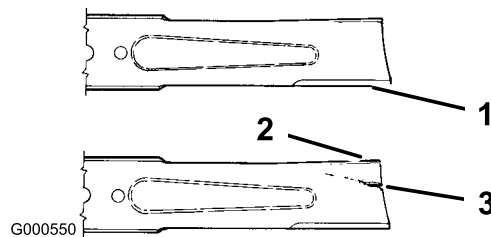

Figura 35
1. Inspeccione los filos de corte (Figura 35). Si los bordes no están afilados o tienen mellas, retire las cuchillas y afílelas; consulte Cómo afilar las cuchillas.
2. Inspeccione las cuchillas, especialmente la parte curva (Figura 35). Si observa daños, desgaste o la
formación de una ranura en esta zona (elemento 3 en la Figura 35), instale inmediatamente una cuchilla nueva.